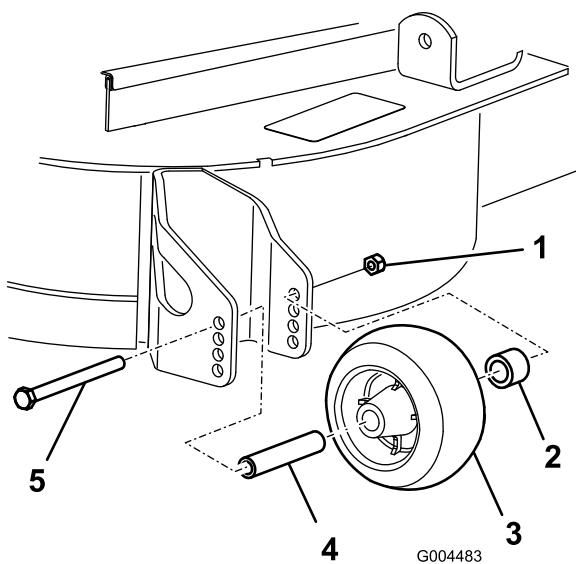

Рисунок 18
Для этого необходимо снять гайку с буртиком, втулку, проставку и болт (Рисунок 18).
5. Установите гайку с буртиком, втулку, проставку и болт. Затяните с моментом 54-61 Н·м (Рисунок 18).